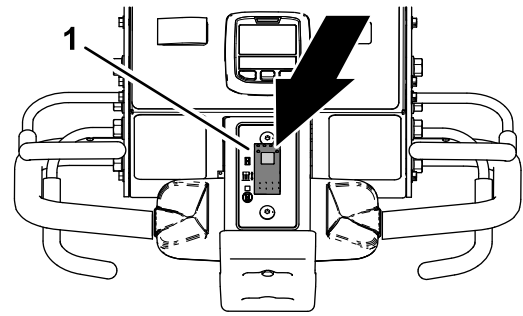

図 89
1. 降下コントロールスイッチ図 89 の上部を押して遅延あり降下位置にする。